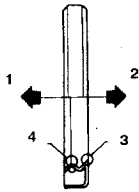

Рис. 1.32 Правильное положение установки сальника коленчатого вала (См. Раздел 20)
8. Установите крепление сальника коленчатого вала с новым сальником и прокладкой (20.8А, 20.8Б, 20.8В). Нанесите смазку на край сальника перед установкой его на фланец маховика и проверьте, чтобы кромка сальника не была загнута. Срежьте выступающую часть прокладки (См. фото и Рис. 1.32).